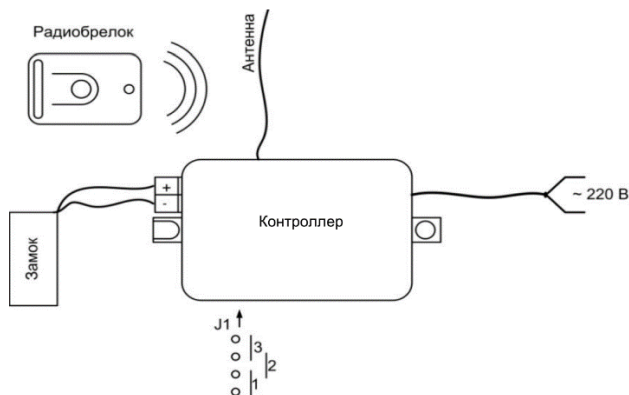

Рис. 9. Схема подключения контроллера
4. Проложить провод от замка по стенке холодильника к контроллеру и закрепить его самоклеящейся виниловой пленкой из комплекта поставки. Подключить провод замка к контроллеру согласно схеме (см. рис. 9).
1. Установите переключку J1 в положение 3 (см. рис. 9).